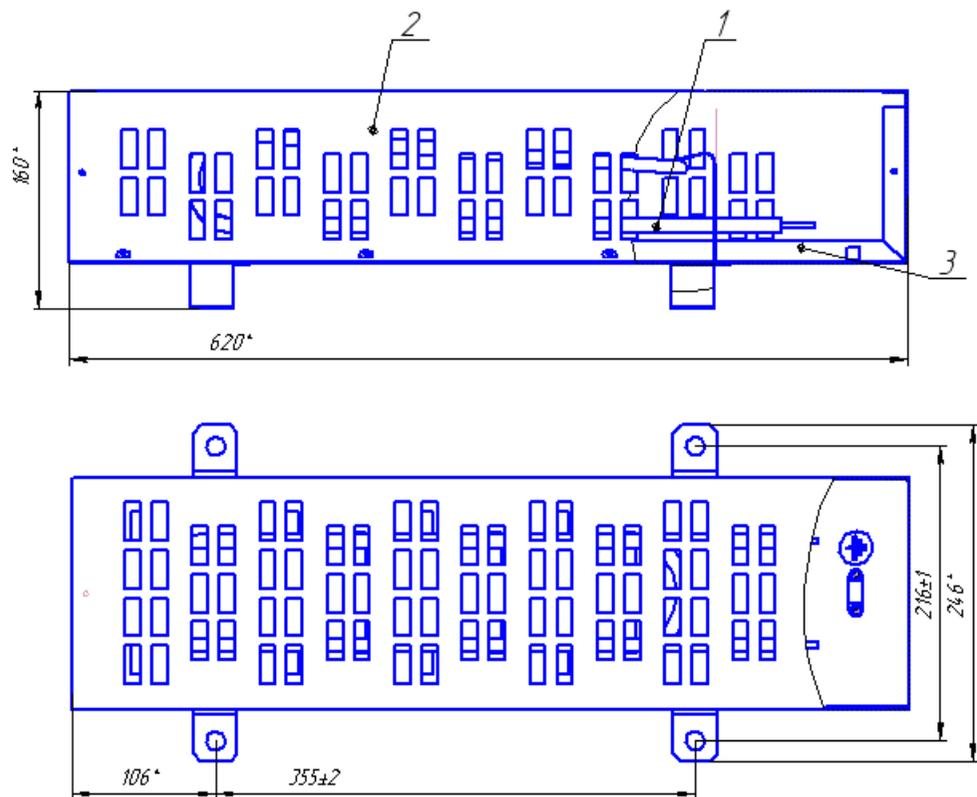

Рис.1 Габаритные и присоединительные размеры
5.1. Электрообогреватель состоит из трубчатого электронагревателя (ТЭН) 1, смонтированного на основании 2 и закрытого сверху кожухом из перфорированной стали 3 (рисунок 1).